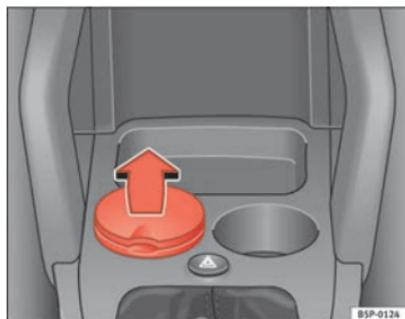

Fig. 115 Cinzeiro alojado no suporte de bebidas dianteiro
- Para abrir o cinzeiro, levantar a tampa ⇒ fig. 115.